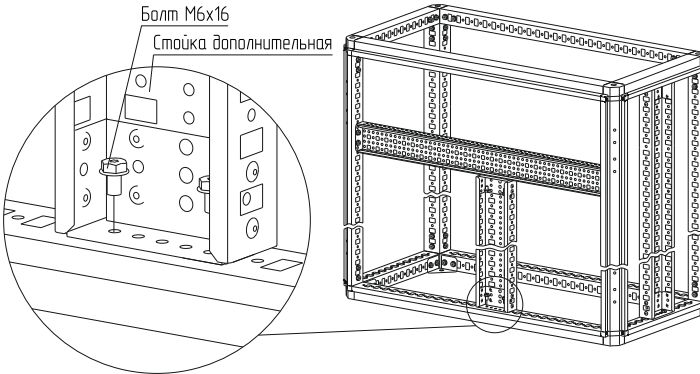

Рисунок 36
4.19.4 Установите стойку дополнительную на соответствующую ширину или глубину каркаса и закрепите болтами М6×16 (рисунок 36). Момент затяжки – 7 Н·м.